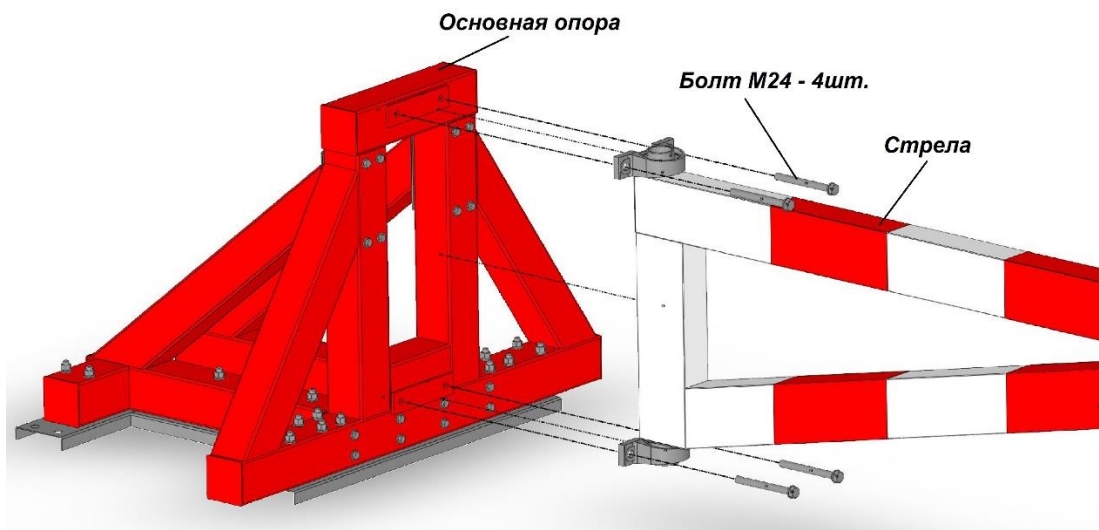

Рисунок 4
- Основная часть стрелы устанавливается на основную опору и закрепляется болтами M24x230 и гайками с гровером и шайбой, усилие затяжки не менее 180 N.m. Рис.4.